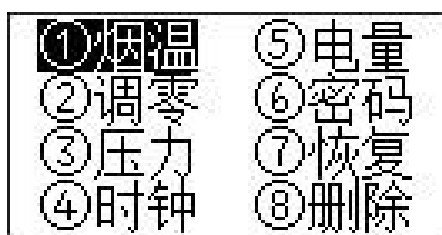

图 13 维护界面
在主界面选择“④维护”菜单，按“OK”键进入密码输入界面，输入正确的维护密码后按“OK”键进入维护界面，在维护界面可进行烟温、烟气密度、压力、时钟、电量的标定以及维护密码修改、标定倍率恢复、采样文件删除等操作，如图 13；